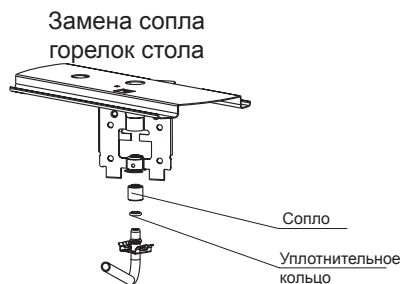

рис. 11
### 15.1. Проведение замены сопла при ремонте, а также при переводе на другой тип газа (рис.11)
5. Снять установленные сопла, для этого отверткой необходимо отсоединить металлическую защелку от отбортовки гнезда держателей сопла и вывести газоподводящую трубку вместе с соплом из гнезда, затем снять сопло с трубки газа (рис. 11). Резиновые уплотнительные кольца рекомендуется оставить на трубках;